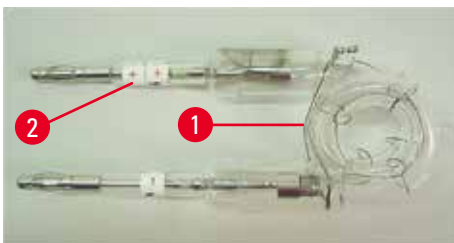
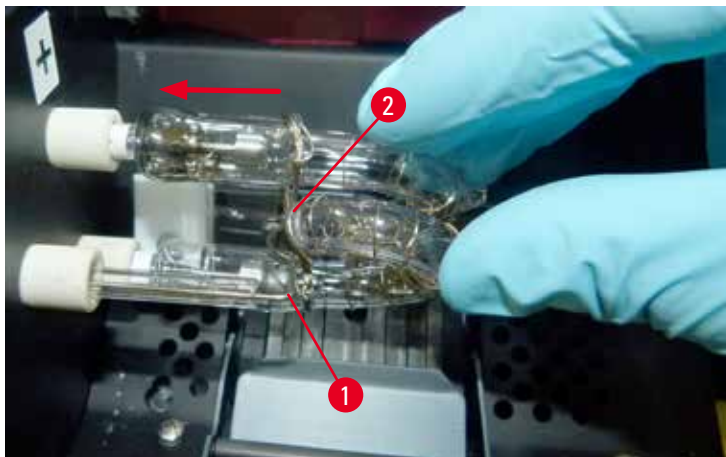

図 18
図 20
2. 新品のフラッシュランプ(→「図 18」)をソケット(→「図 17-3」)に取り付けます。次にランプを慎重に奥まで(「+」の極性マーカが隠れるまで)押し込みます(→「図 20」)。必要に応じて、フラッシュランプをやさしく上下に揺ります。